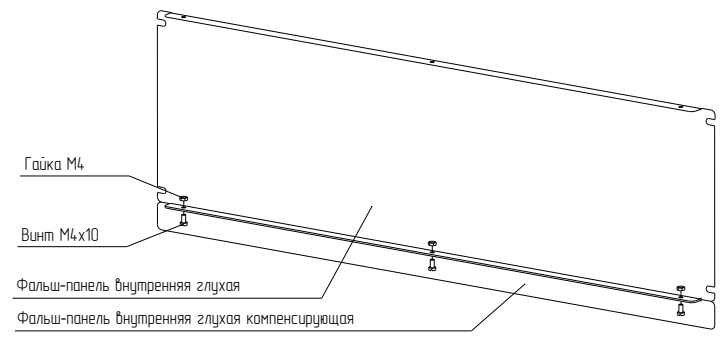

Рисунок 24
4.12.2 Закрепите фальш-панель внутреннюю глухую компенсирующую на фальш-панели внутренней глухой винтами М4×10 и гайками М4 (рисунок 24). Момент затяжки – 1,5 Н·м. Винты и гайки приобрести отдельно.